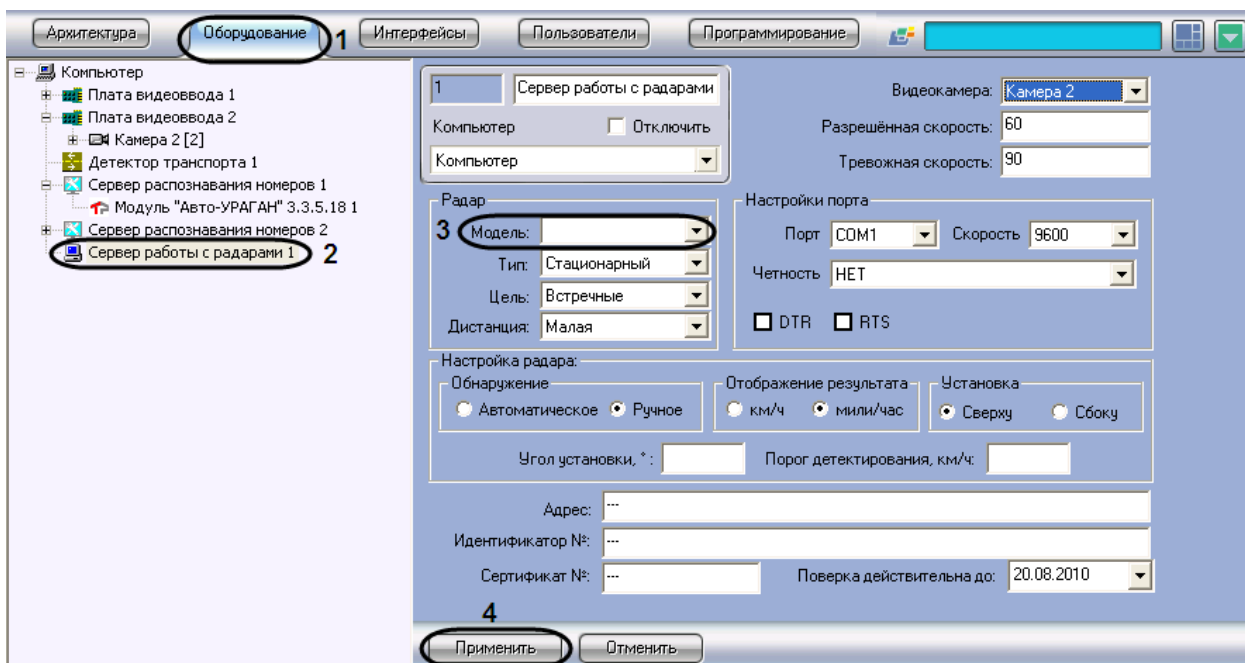

Рис. 7.3—5. Выбор подключаемого устройства «Радар» из списка доступных устройств
2. В дереве объектов на вкладке «Оборудование» выбрать объект «Сервер работы с радарными», соответствующий настраиваемому программному модулю «Радар» (см. Рис. 7.3—5, 2). В правой части вкладки «Оборудование» отобразится панель настройки выбранного объекта.
3. Выбрать модель установленного устройства «Радар» из списка поддерживаемых устройств (см. Рис. 7.3—5, 3).
4. Нажать кнопку «Применить» (см. Рис. 7.3—5, 4).